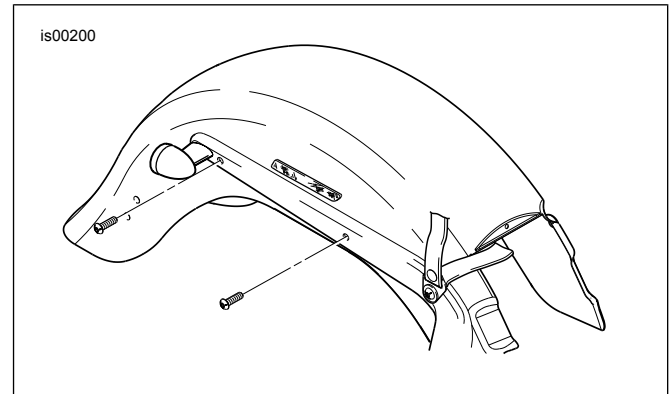

Figura 1. Remova e descarte os parafusos originais
1. Veja a Figura 1. Remova e descarte os dois parafusos que fixam o pára-lama original como mostrado. Modelos com pontos de suporte: remova e guarde os pontos de suporte para uso com a nova barra do alforje.